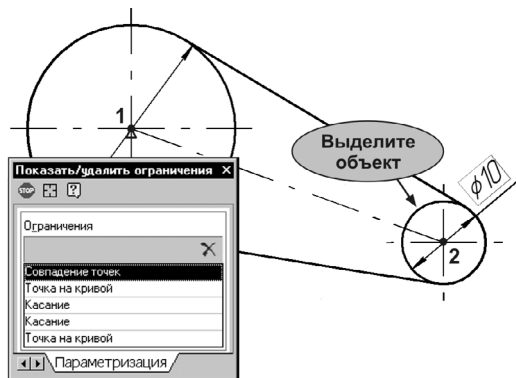

Рис. 59.44.
6.4. Просмотрите связи окружности (рис. 59.44).